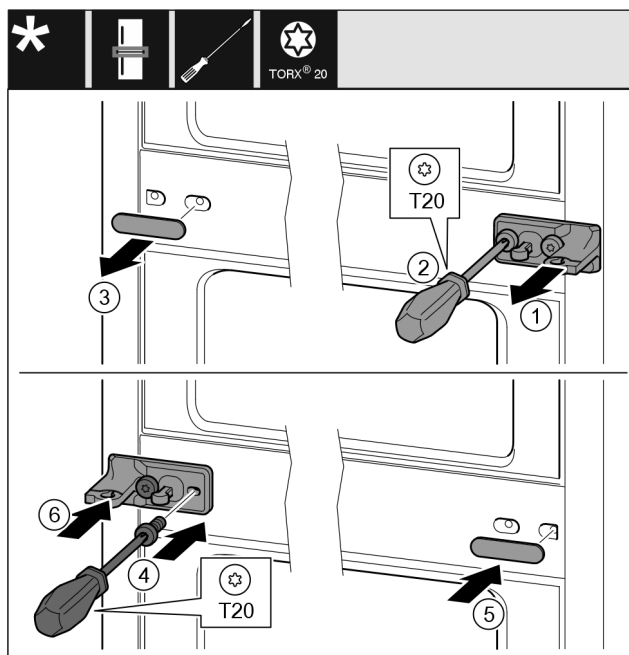

Fig. 11
- Estrarre la rondella. Fig. 11 (1)
- Svitare le viti con il cacciavite T20. Fig. 11 (2)
- Rimuovere con cautela la copertura. Fig. 11 (3)
- Ruotare il blocco di supporto con lamina di 180° e avvitare saldamente sull'altro lato. Fig. 11 (4)
- Applicare la copertura ruotata di 180° sull'altro lato. Fig. 11 (5)
- Spingere la rondella dal lato anteriore. Fig. 11 (6)